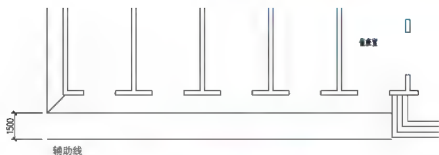

图 3.34 由散水线生成辅助线
(1) 生成辅助线：将台阶左边的散水线向下偏移 1500mm 生成辅助线，如图 3.34 所示。